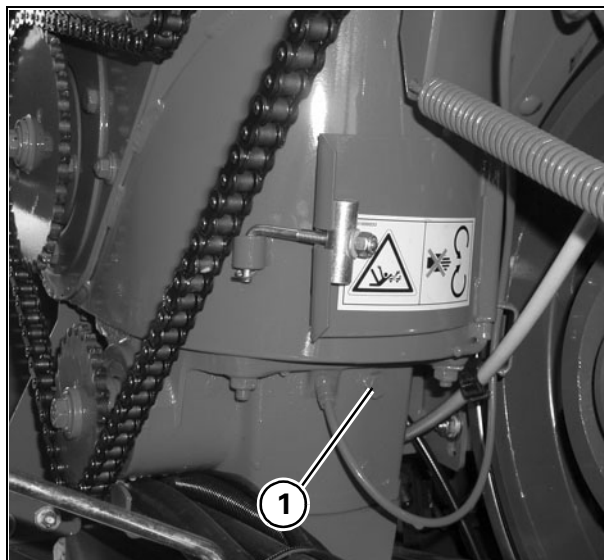

Рис. 41
30. НИЖНЯЯ ПАРА СОПРЯЖЕННЫХ КОНИЧЕСКИХ ШЕСТЕРЕН РАЗГРУЗОЧНОГО ШНЕКА - Рис. 41